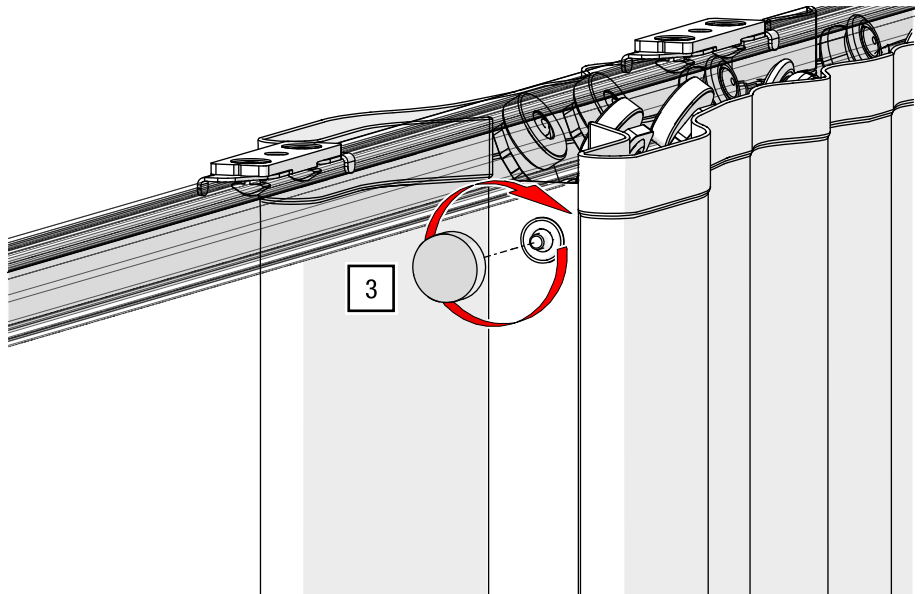

Abb. 84: Zugwagen mit doppeltem Überzugbügel – Koppelmagnet montieren (1/2)
3. Schrauben Sie den Koppelmagnet an den Zugwagen mit doppeltem Überzugbügel handfest an (siehe Abb. 84).